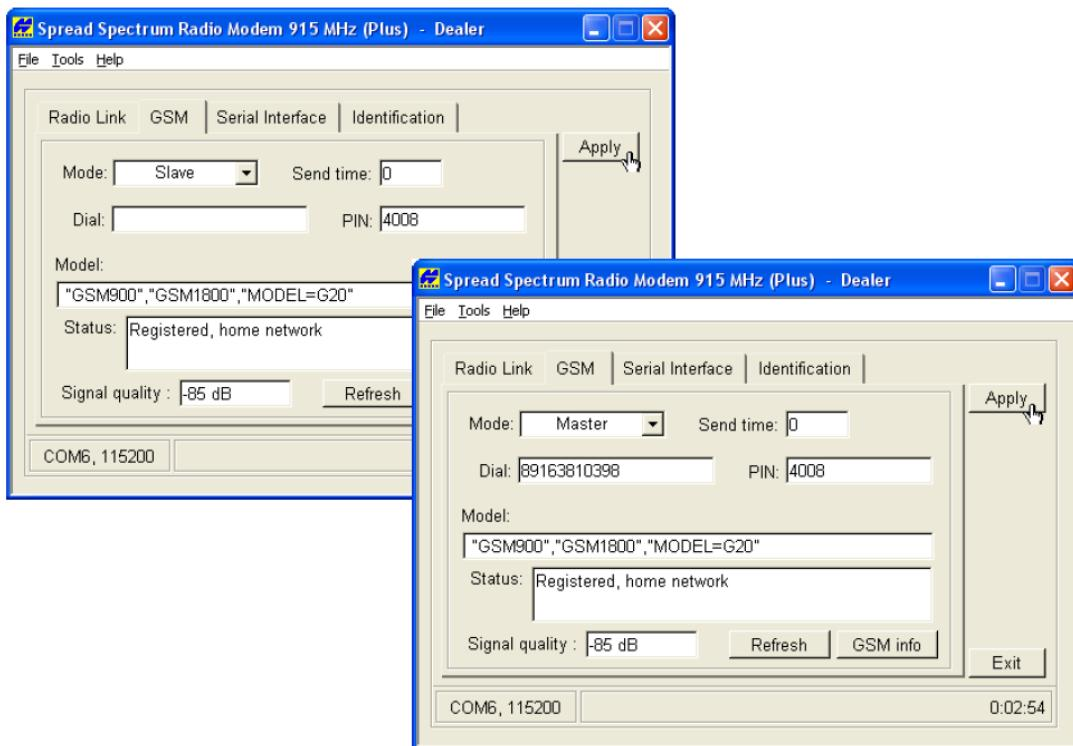

Рисунок 3-4. Выбор GSM параметров для базового и подвижного приемников
3. На вкладке GSM установите следующие параметры (см. таблицу 3-3) и щелкните на кнопке *Apply* (*Применить*) (см. рис. 3-4).